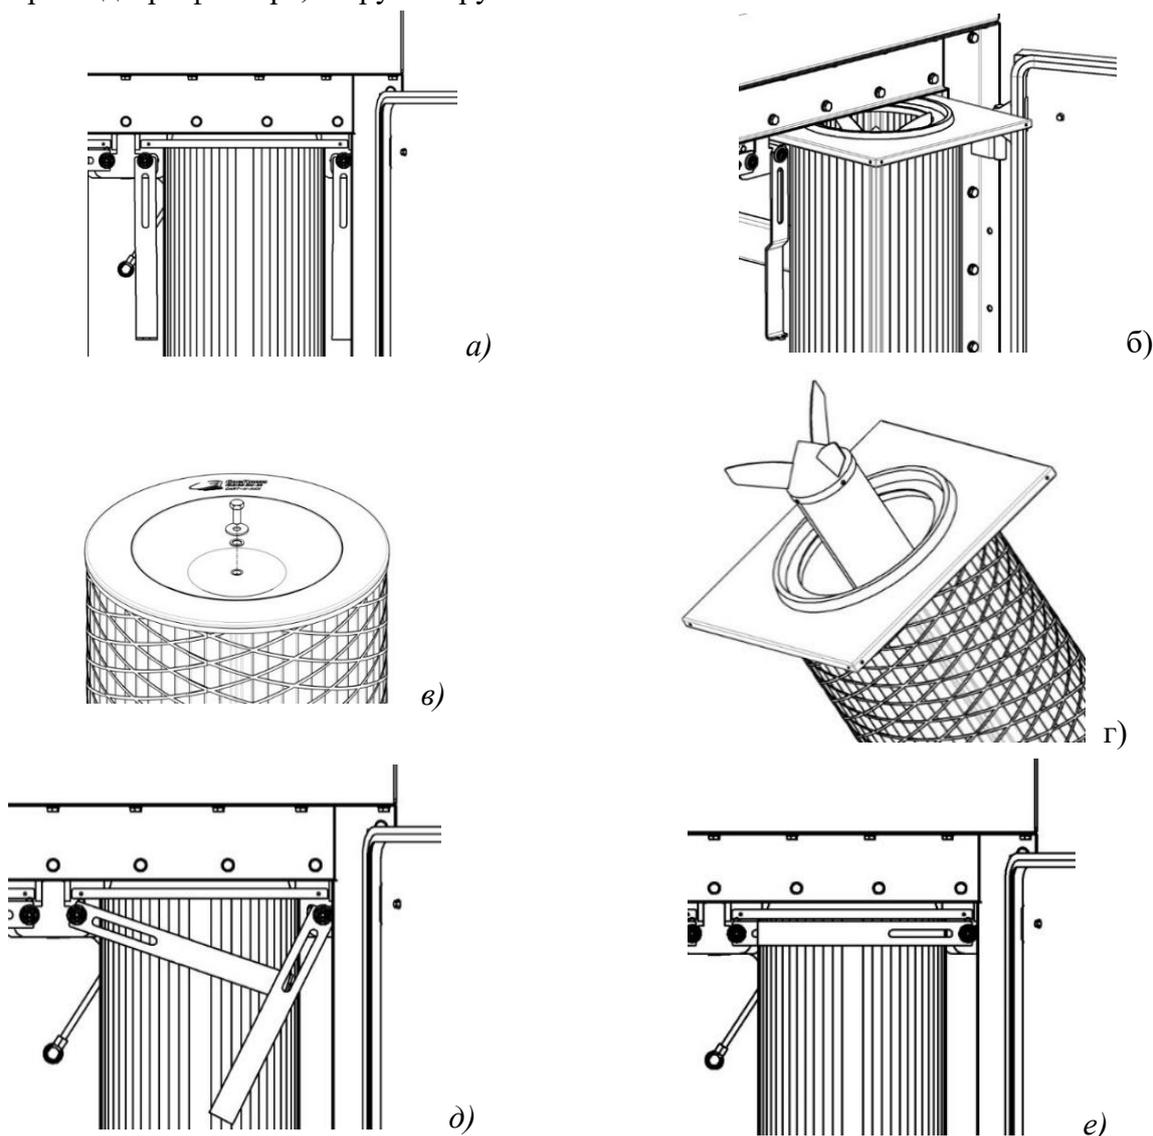

Рисунок 14
- 1) открыть дверь фильтра, предварительно открутив ручки, повернуть рычаги в положение «открыто», как показано на рисунке 14а, вытащить картриджи (рисунок 14б);
- 2) открутить на нижней крышке картриджа болт М8х20 и снять вместе с шайбами, извлечь обтекатель (рисунок 14, в, г), повторить процедуру для оставшихся картриджей;
- 4) взять новый картридж, поместить в него демонтируемый из старого картриджа обтекатель, закрепить его болтом М8х20 с шайбами, повторить действия для оставшихся картриджей, установить картриджи в фильтр, повернуть рычаги в положение «закрыто» (рисунок 14е), закрыть дверь фильтра, закрутить ручки.